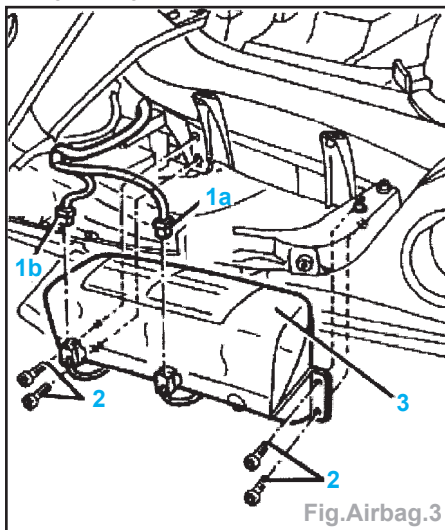

Fig.Airbag.3
- Débrancher les connecteurs (1a et 1b) (Fig.Airbag.3).